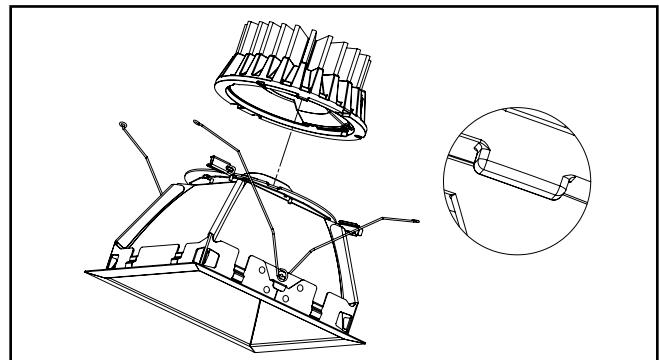

Figura 5.
- Inserte el motor LED en la unidad de la moldura. Alinee el poste en el motor LED con la ranura de la unidad de la moldura (Figura 5.).